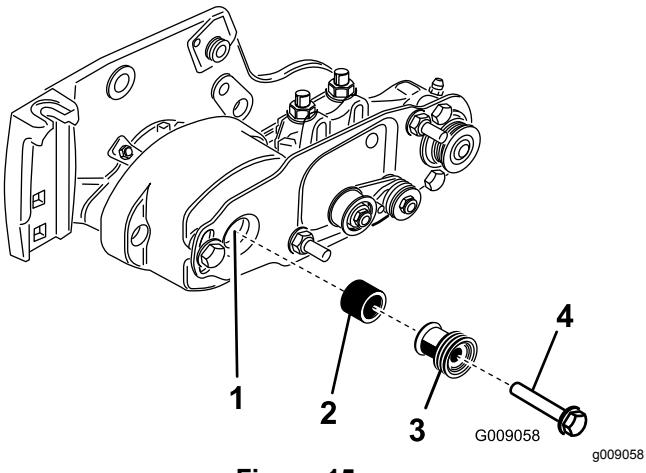

Figura 15
19. Instale um espaçador no eixo na caixa de rolamentos (Figura 15).
20. Insira a polia de transmissão no espaçador e no veio de transmissão (Figura 15). Certifique-se de que as patilhas da polia estão posicionadas na ranhura do eixo da transmissão.
21. Prenda a polia e espaçador ao veio com um parafuso de cabeça flangeada (¾ pol. x 2 pol.) (Figura 15).